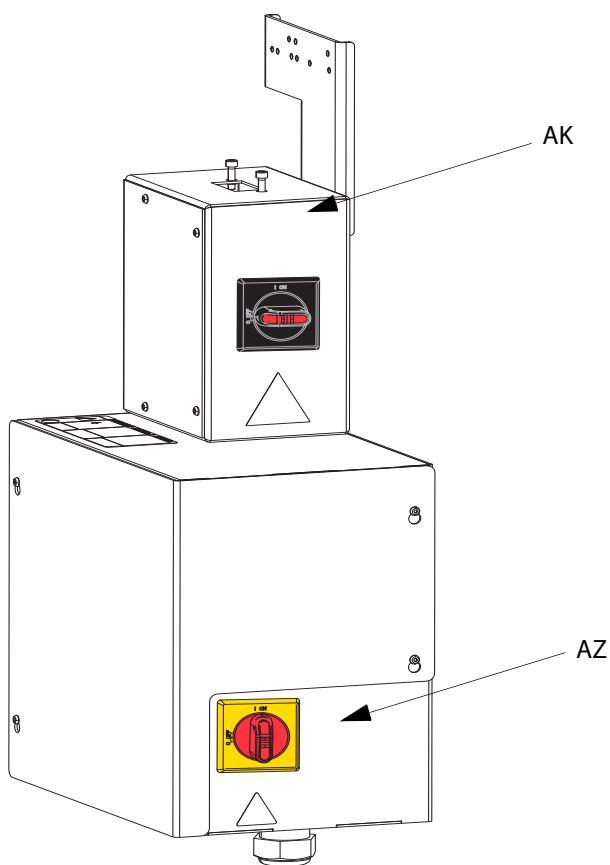

Рис. 4. Отключение питания
На системах с нагревом отсекающий выключатель (AZ) расположен на блоке управления нагревом (AX), см. Рис. 4. Также имеется красно-черный отсекающий выключатель (AK), расположенный на распределительной коробке питания (AJ). Выключатель на распределительной коробке питания (AK) отключает все КРОМЕ нагрева. Отсекающий выключатель (AZ) отключает питание всей системы, включая нагревание.